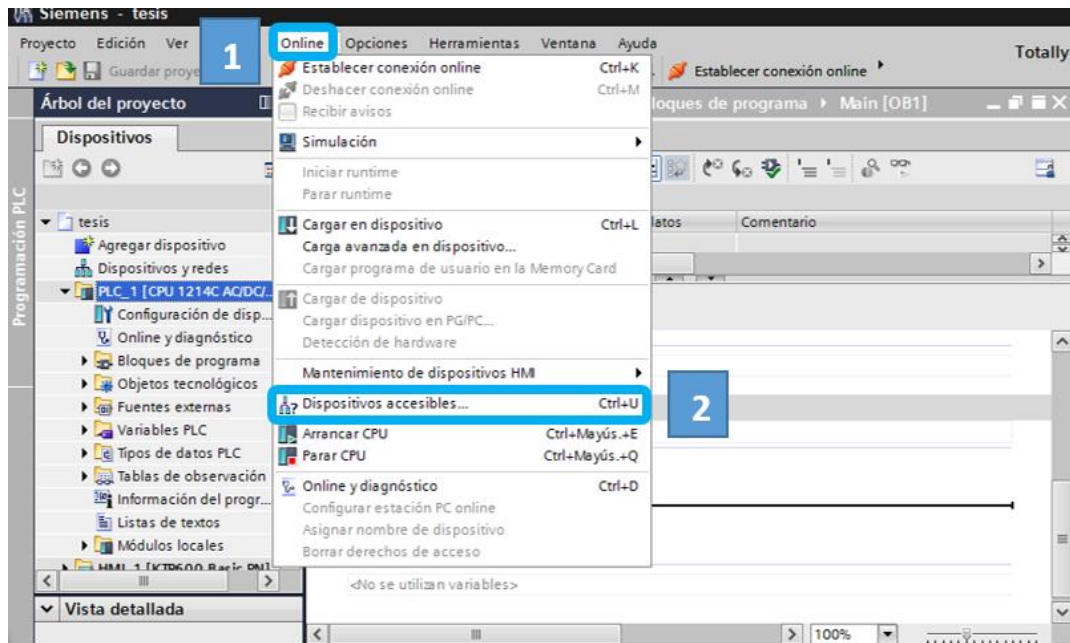
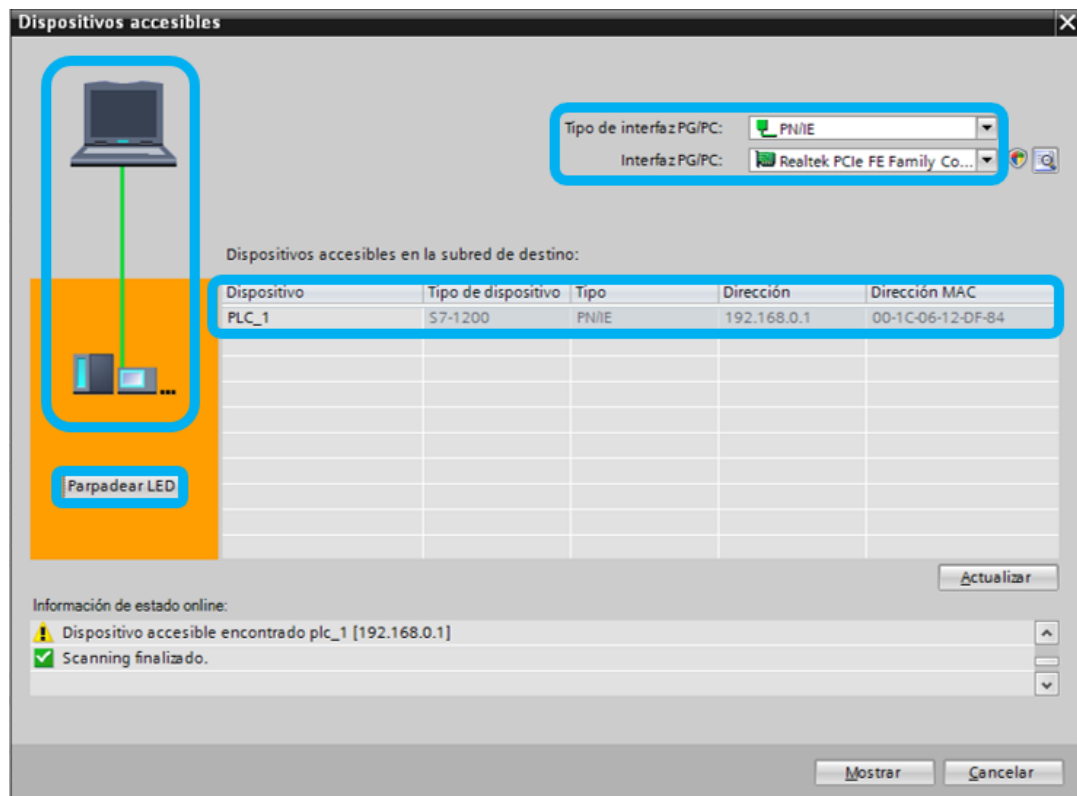
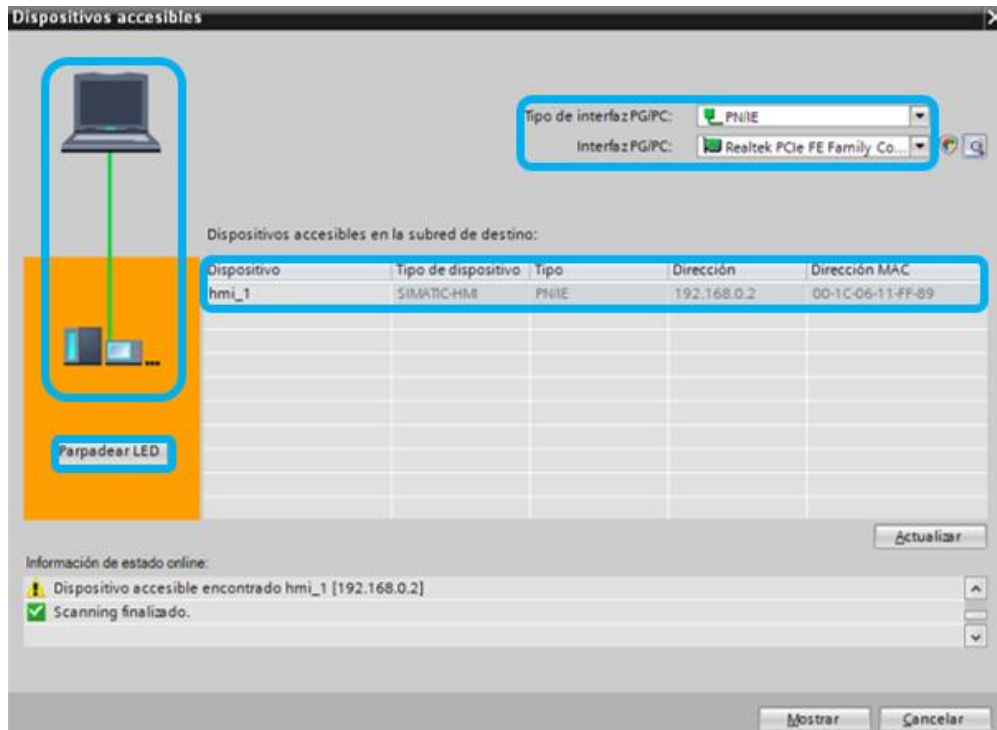

Figura 2.47: Dispositivos accesibles a la interfaz PG/PC.
Figura 2.48: PLC accesible a la interfaz PG/PC.
Figura 2.54: HMI accesible a la interfaz PG/PC.
1. Dar clic en Online/Dispositivos accesibles como se indica en la figura 2.47 y se abre la ventana que se indica en la figura 2.48 en donde se ve si el PLC se encuentra enlazado con el computador de forma correcta a través de una línea verde, para ello previamente se los conecta físicamente los dos equipos, en esta ventana indica el dispositivo conectado con su dirección IP, su MAC y la interface de conexión, además puede dar clic en Parpadear LED si desea que el led del PLC ejecute esta acción.
- Seguir el paso uno como indica la figura 2.47 y se abre la ventana que se indica en la figura 2.54 en donde se ve si el TOUCH se encuentra enlazado con el computador de forma correcta a través de una línea verde, para ello previamente se los conecta físicamente los dos equipos, en esta ventana indica el dispositivo conectado con su dirección IP, su MAC y la interface de conexión, además puede dar clic en Parpadear LED si desea que la pantalla de la TOUCH ejecute esta acción.